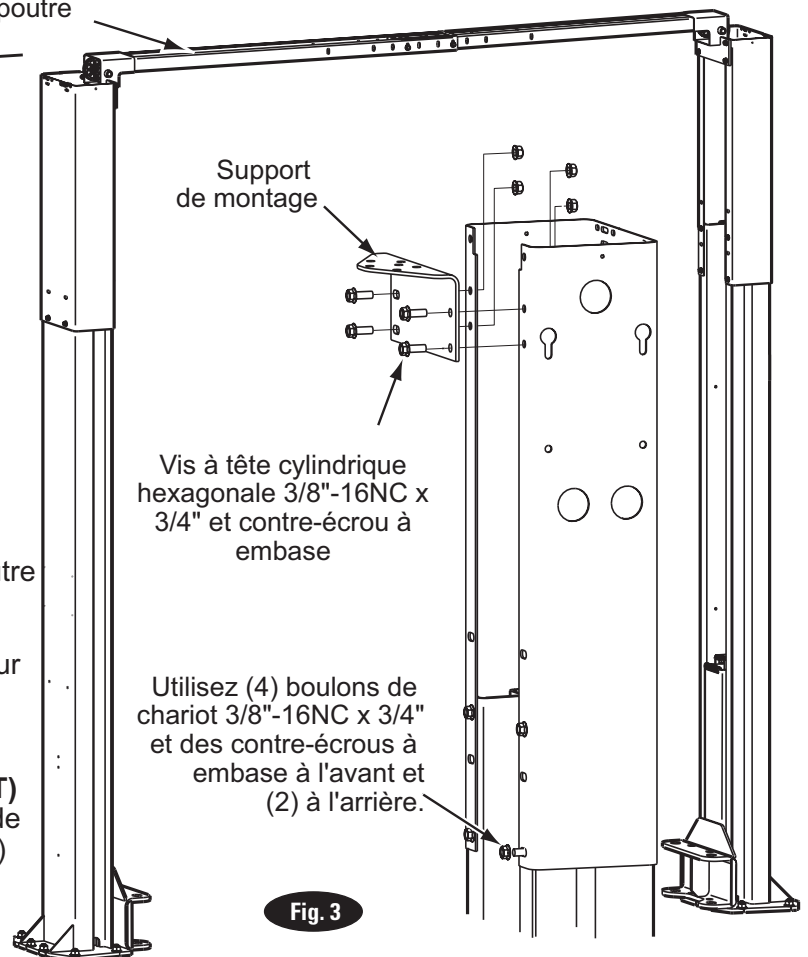

Fig. 3
3. Extensions de colonne : Avant de redresser les colonnes, installez les extensions de colonne à l'aide de vis à tête cylindrique hexagonale (12) 3/8"-16NC x 3/4" de chariot et de contre-écrous à embase, Fig. 3. Vérifiez quels les trous de la colonne et de l'extension à utiliser, Fig. 1b.
5. Support de montage de la poutre : Installez les supports de montage sur les extensions de colonne comme indiqué, Fig. 3.